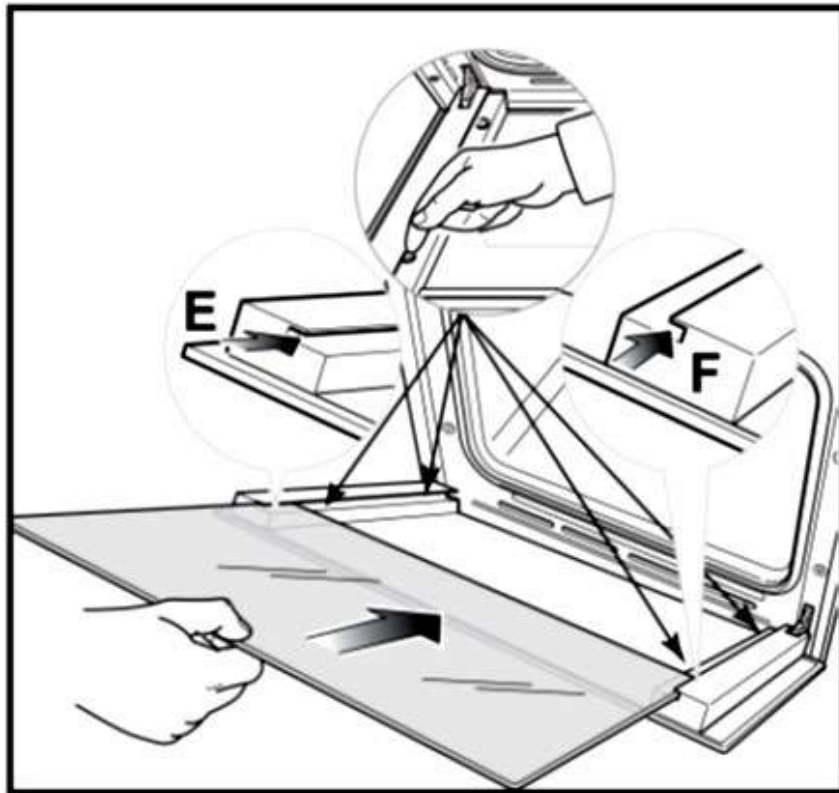

Рис. 13
Переконайтеся, що ви правильно встановили скляну панель (Рис. 13).
2. Чотири гумові фіксатори мають бути на своїх місцях як показано на Рис. 13.